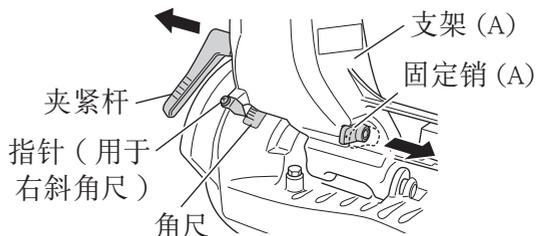

图 24
**13. 斜角切割步骤 (图 24)**
- (1) 松开夹紧杆并使锯条向左或向右倾斜。将电动头向右倾斜时，向后拉动固定销(A)。夹紧杆采用锁绳系统。接触工作台和主体时，请按照图 24 所示的箭头标记拉动夹紧杆，然后改变夹紧杆的方向。